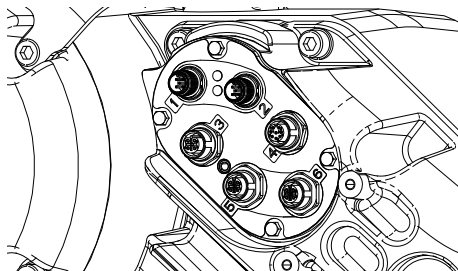

图 49
- c. 松开线夹 (CG)。
- d. 通过将驱动器壳内的线从线夹 (CG) 内拉出来取下这些线。
- e. 断开连接到驱动器 (AB) 一侧的端口 1-6 的电缆，如图 49。